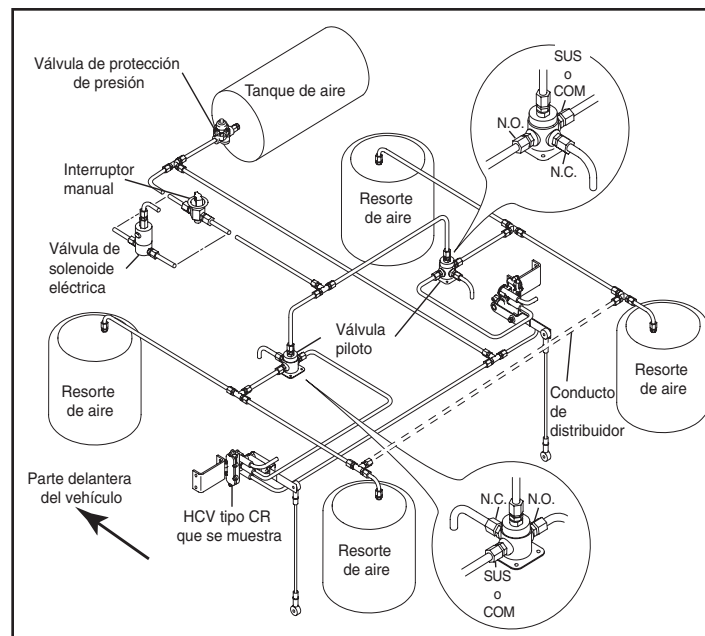

Figura 1. Diagrama de tubería AC-77/78-M/S-1
2. Consulte la Figura 1 para conocer las instrucciones de instalación y las Figuras 3 a 5 para conocer las instrucciones de montaje de los componentes.
**AC-78-M/S:** El esquema de control de aire que se muestra es para un sistema de una válvula de control de altura con el conducto del distribuidor instalado como se muestra en la línea punteada en la Figura 1.
**Nota:** La HCV tipo CR que se muestra en la Figura 1 no se incluye con los kits de las series AC-77/AC-78. Las HCV tipo CR se incluyen en los kits de las series AC-6100/AC-6000. Comuníquese con su representante de ventas de Haldex para obtener asistencia.